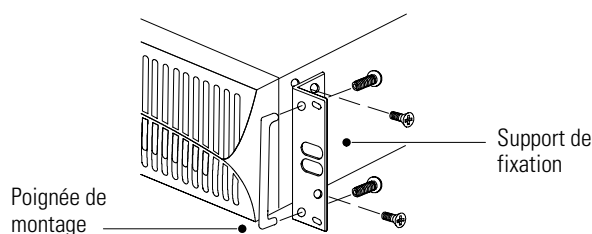

Figure 2. Installation des supports de fixation
2. Fixez les poignées de montage aux supports de fixation à l'aide des vis fournies avec les accessoires (voir Figure 2).
3. Alignez les supports de fixation avec les trous pour vis sur la face latérale de l'onduleur UPS et fixez les supports à l'aide des vis fournies (voir Figure 2).